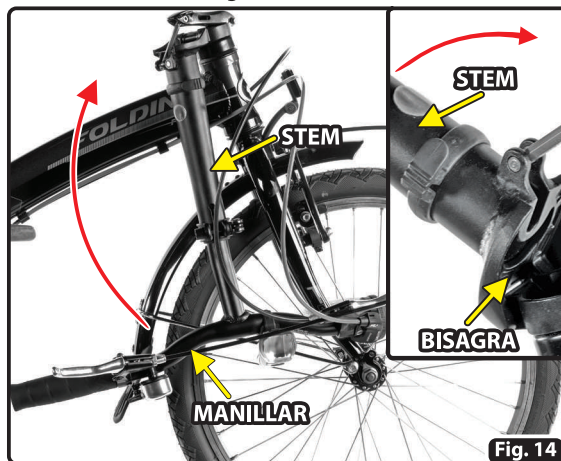

Fig. 14
- Llevar el **manillar** hasta su posición vertical (Fig. 14).